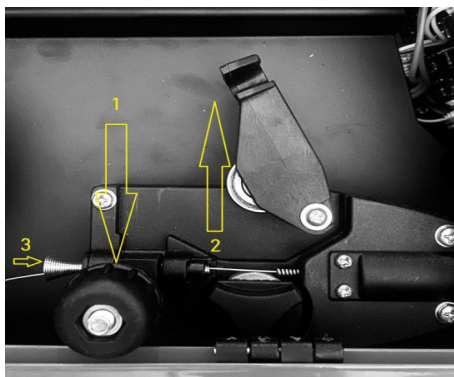

FIG. 1
Consultând fig.1, rotiți butonul șurubului de blocare a sârmei (1) în sens antiorar și coborâți-l. (fig 1). Ridicați sistemul rolei de presiune (2) departe de rola de antrenare de dedesubt .
- c) Rotiți brațul de alimentare și intinzatorul de alimentare peste vârful brațului pentru a-l bloca (1 din fig.1). Asigurați-vă că sârma de sudură se sprijină în canelura superioară a rolei de alimentare, apoi rotiți intinzatorul de alimentare în sensul acelor de ceasornic câteva ture (7 din fig.2). După ce sârma este ținută de intinzatorul de alimentare, o puteți elibera.